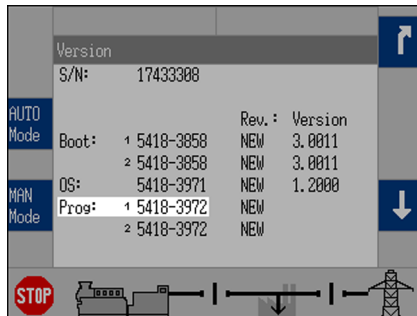

Abb. 4: Versionsanzeige - Bedienfeld
2. Weitere Informationen siehe Abb. 4.